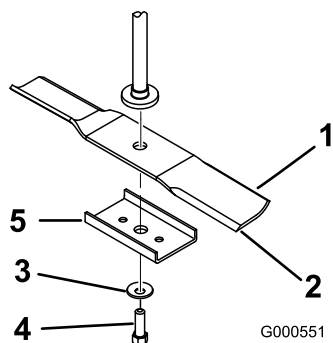

Figura 54
2. Retire el perno de la cuchilla, la arandela curva, el refuerzo y la cuchilla del eje (Figura 54).
1. Instale la cuchilla en el eje (Figura 54).
2. Instale el refuerzo de la cuchilla, la arandela curva (con la copa hacia la cuchilla) y el perno de la cuchilla (Figura 54).